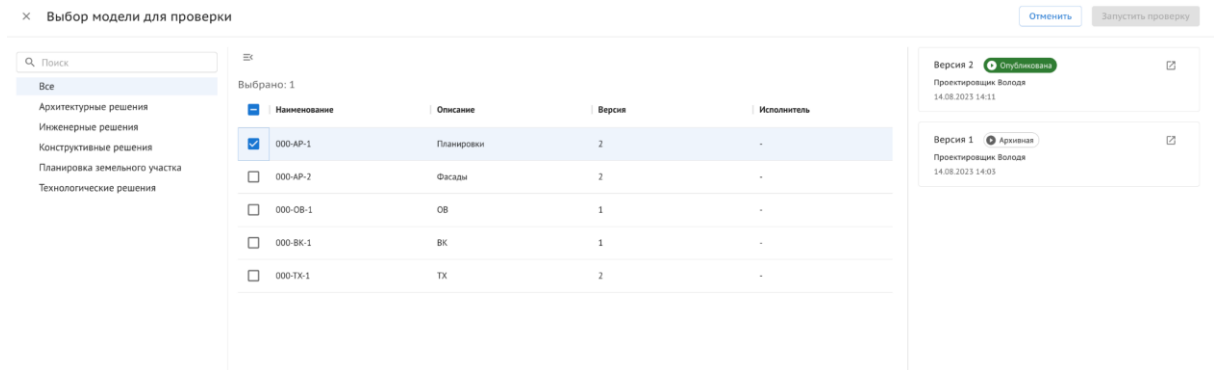

Рисунок 70. Выбор моделей для проверки.
- 6) Выбрать модель для проверки (Рисунок 70);